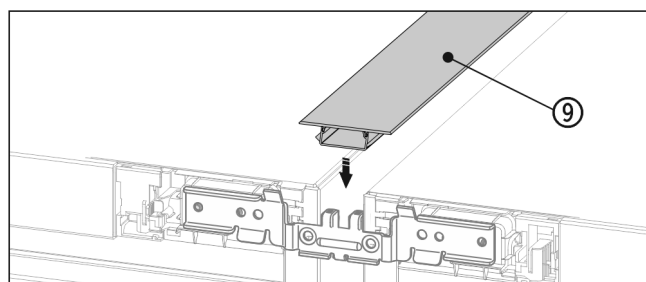

Fig. 21
- ▶ Sur le côté supérieur, pousser la baguette Fig. 21 (9) courte dans la fente horizontale.